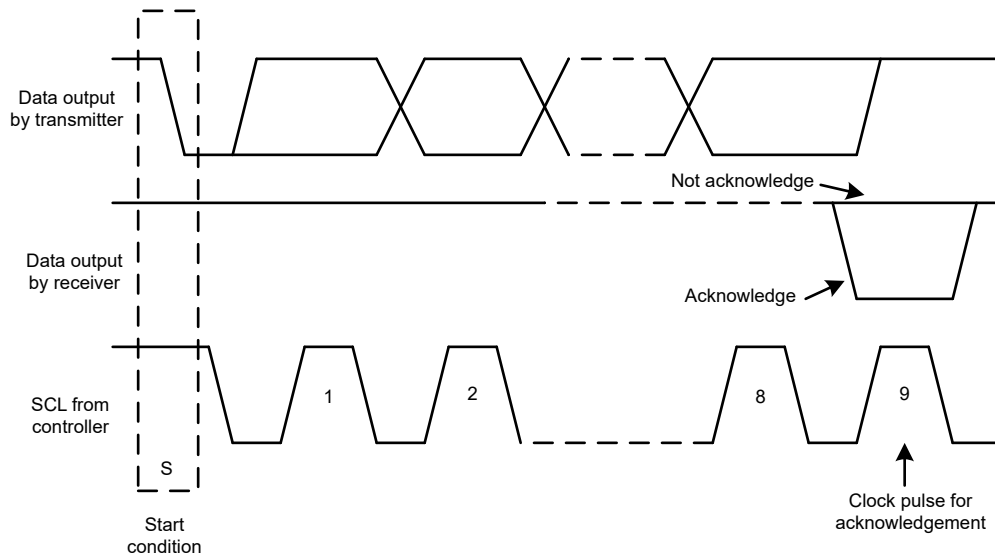

图 6-13. I²C 总线上的确认和非确认
除了特定的时序信号外，I²C 接口还使用串行字节。在每个字节结束时，第九个时钟周期产生并检测确认信号。确认是指 SDA 线在第九个时钟周期的高电平期间被拉低。非确认是指 SDA 线在第九个时钟周期的高电平期间保持高电平，如 图 6-13 所示。
2. 控制器随后产生 SCL 脉冲，并在 SDA 线上发送 7 位地址和读取/写入方向位 ($\overline{R/\overline{W}}$)。在所有传输期间，控制器确保数据有效。有效数据条件要求 SDA 线在时钟脉冲的整个高电平期间保持稳定，如图 6-15 所示。所有器件都识别控制器发送的地址，并将其与相应内部固定地址进行比较。只有具有匹配地址的目标器件才会通过在第 9 个 SCL 周期的整个高电平期间拉低 SDA 线来生成确认，如图 6-13 所示。当控制器检测到此确认时，则表示与目标的通信链路已建立。